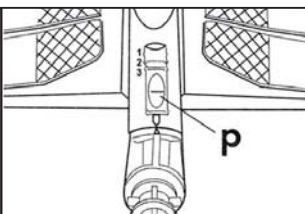

Fig. 15
- ruotare il gomito di 180° fino alla corrispondenza delle due frecce (spazzola - gomito) **(Fig.15)**;
- portare la leva (p) nella posizione 2 di blocco BLOCKING o nella posizione 3 ROTATION la quale permette la rotazione della spazzola rispetto ai tubi prolunga o al flessibile. Sulla spazzola grande (2) e sulla spazzola triangolare (4) per la pulizia e la raccolta della condensa inserire, un panno pulito quindi bloccarlo sotto le apposite leve.